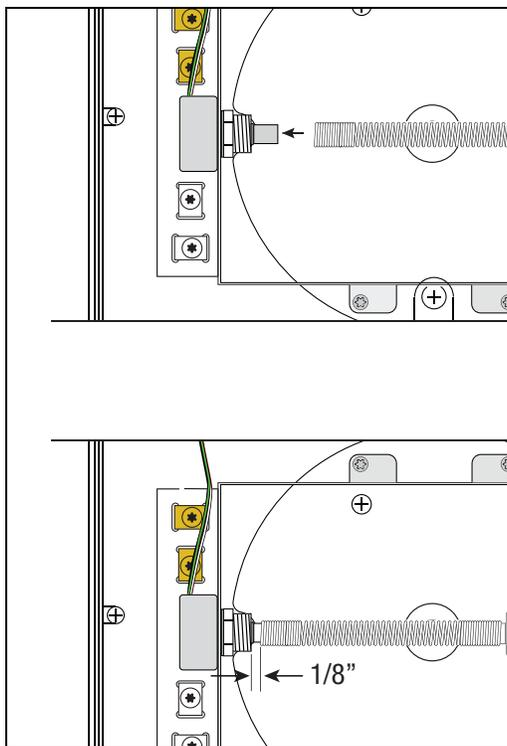

Figure 17. Poussée du ressort de l'encodeur sur l'arbre de l'encodeur à impulsions
15. Tordez délicatement le ressort de l'encodeur au-dessus de l'arbre de l'encodeur, et poussez l'extrémité ouverte du ressort sur l'arbre. Faites avancer le ressort sur l'arbre jusqu'à ce qu'il soit à environ 1/8" de l'encodeur à impulsions (Figure 17).